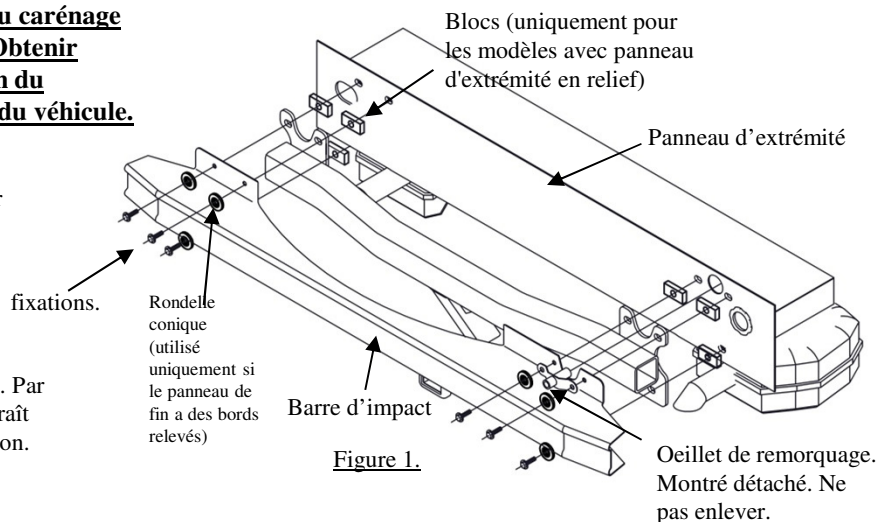

Figure 1.
- Réinstaller l'oeillet de remorquage (intercaler attelage, barre d'impact et oeillet de remorquage). Serrer les boulons (6) à la main. Voir figure 1 (l'illustration montre l'oeillet enlevé pour plus de clarté)
- Replacer le panneau décoratif intérieur à l'arrière des boulons (2) de hayon.